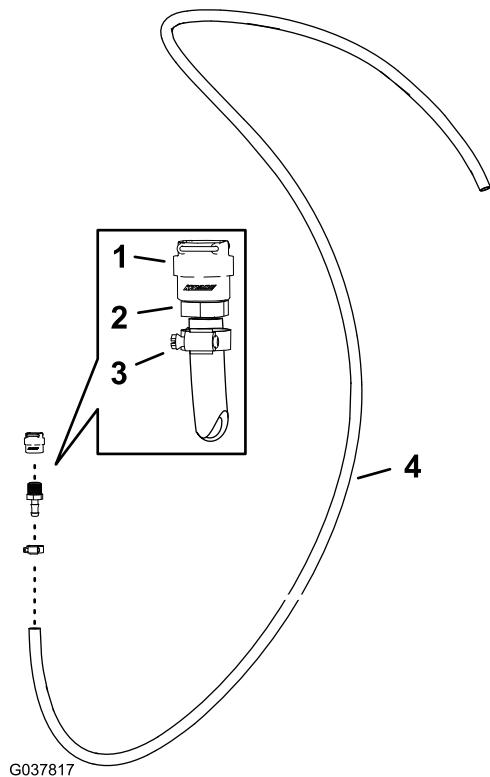

图93
1. 如图93 所示使用在 从供水软管卸下喷枪 \(页码 15\) 中卸下的夹具将快速连接接头插槽安装到软管 $1.3 \times 762cm$ 的直通宝塔接头 $1/2$ 英寸。